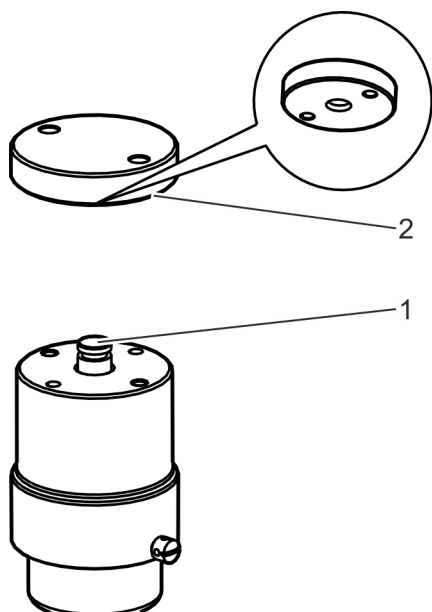

Fig. 29: Ensartar el mecanismo de bloqueo
6. ➤ Ensarte el mecanismo de bloqueo (Fig. 29/2) en la guía (Fig. 29/1) que sobresale del cuerpo del dispositivo.